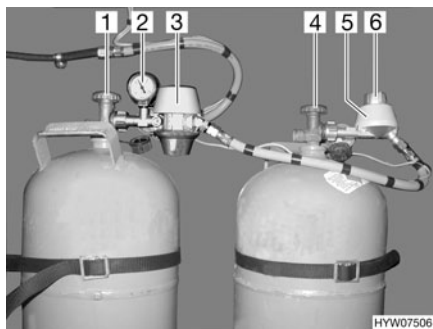
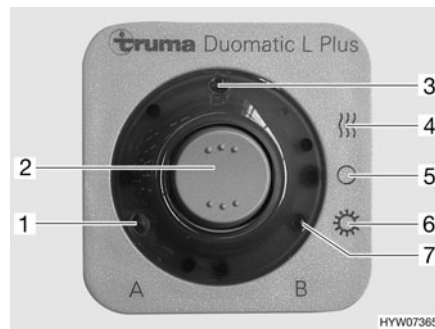

Fig. 93 Instalación de conmutación Duomatic
Fig. 94 Unidad de mando
La instalación de conmutación Duomatic se compone de un regulador central (Fig. 93,3) y de un regulador de conmutación (Fig. 93,5). Con el botón giratorio (Fig. 93,6) en el regulador de conmutación se puede determinar cuál de las bombonas de gas se usará como bombona de servicio y cuál bombona de gas como bombona de reserva.
El manómetro (Fig. 93,2) en el regulador central indica la presión en la bombona de gas, no el nivel de llenado de la bombona de gas. Con el manómetro se puede comprobar la estanqueidad de la bombona de gas.
En la unidad de mando (Fig. 94) únicamente pueden conmutarse las funciones eléctricas. Las llaves de paso principales de las bombonas de gas (Fig. 93,1 y 4) deben abrirse a mano.
- Abrir las llaves de paso principales en las bombonas de gas (Fig. 93,1 y 4).
- Con el botón giratorio (Fig. 93,6) en el regulador de conmutación (Fig. 93,5), seleccionar la bombona de gas de la cual se debe tomar el gas preferentemente (bombona de servicio).
En caso de que el botón giratorio se encuentre en la zona roja, el gas se tomará preferentemente de la bombona de gas con el regulador central (Fig. 93,3).
En caso de que el botón giratorio se encuentre en la zona verde, el gas se tomará preferentemente de la bombona de gas con el regulador de conmutación (Fig. 93,5).
- Conectar la instalación de conmutación Duomatic en la unidad de mando (Fig. 94).
Para ello, ajustar el interruptor basculante (Fig. 94,2) en modo de invierno "On y calentar" (Fig. 94,4) o en modo de verano "On" (Fig. 94,6). Los dos reguladores de presión de gas están ahora desaireados. El piloto (Fig. 94,3) se enciende.
- Poner el interruptor basculante (Fig. 94,2) en "O" (Fig. 94,5). El piloto (Fig. 94,3) se apaga.
- Cerrar las llaves de paso principales en las bombonas de gas (Fig. 93,1 y 4).
Las luces de control en la unidad de mando (Fig. 94) señalizan en el interior del vehículo si las bombonas están dispuestas para el funcionamiento.
- Luz de control "A" (Fig. 94,1): Bombona de gas en el regulador central
- Luz de control "B" (Fig. 94,7): Bombona de gas en el regulador de conmutación